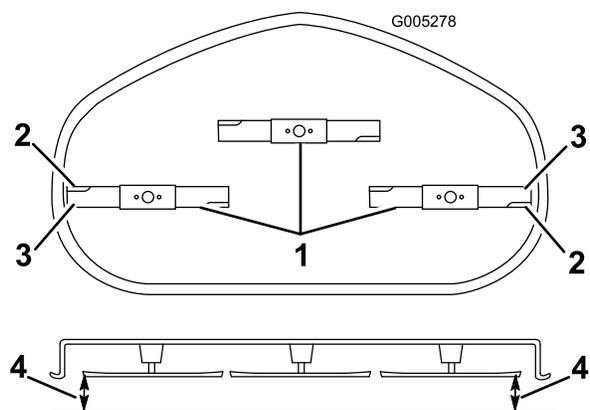

Figure 55
5. Tournez prudemment les lames pour qu'elles soient parallèles dans le sens transversal (Figure 55). Mesurez la distance entre les tranchants extérieurs et
le sol plat (Figure 55). Si les deux mesures diffèrent de plus de 5 mm (3/16"), un réglage s'impose. Poursuivez la procédure.